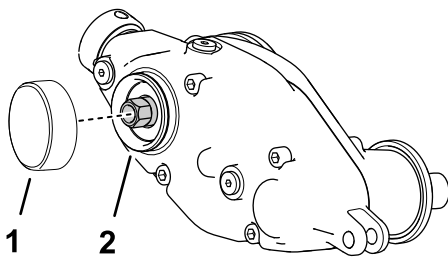

Рисунок 14
1. Нанесите фиксирующий герметик средней степени фиксации для цилиндрических поверхностей (такой как Green Loctite 609®) в канавку стопорного кольца и на поверхность по наружному диаметру (Рисунок 14).
2. Установите крышку, как показано на Рисунок 14.